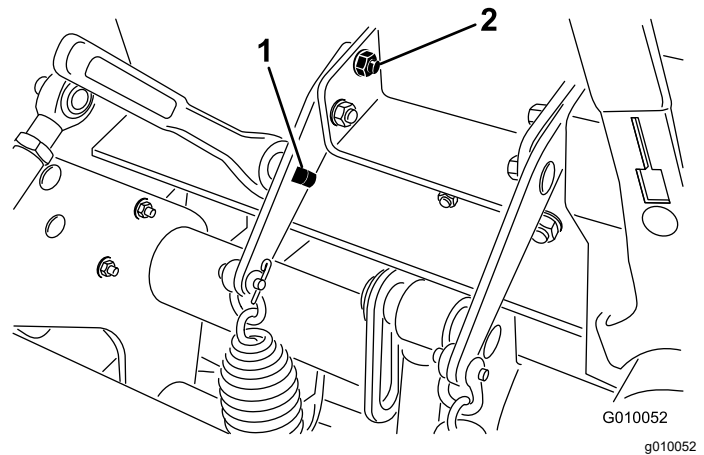

Figura 28
3. Introduzca una llave de carraca de 1/2 pulgada en el orificio cuadrado del soporte del muelle (Figura 28).